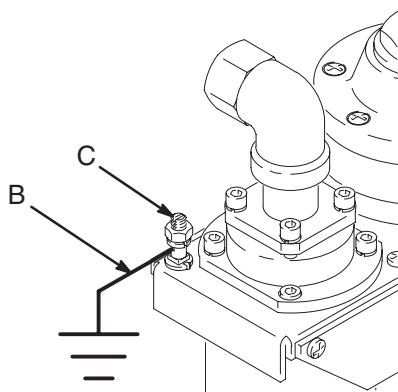
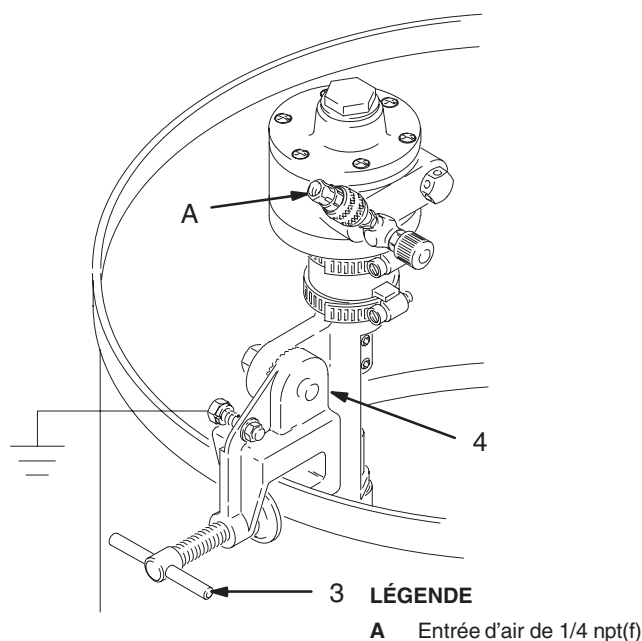

Fig. 1
Fig. 2
**REMARQUE :** Les numéros de référence et les lettres entre parenthèses dans le texte se réfèrent à la Fig. 1, la Fig. 2 et la vue éclatée des pièces.
Raccorder une extrémité du câble de mise à la terre (B) à la borne de terre de l'agitateur (C). Voir la Fig. 1. Raccorder l'autre extrémité du câble à une véritable prise de terre. Commander la pièce no. 237569, câble de mise à la terre et étrier.
Fixer l'agitateur sur le rebord d'un fût ou d'un réservoir et bloquer fermement la vis de blocage (3). Voir la Fig. 2. Pour régler l'inclinaison de l'agitateur dans le fût, desserrer la vis du support (4). Incliner l'agitateur dans la position désirée, puis rebloquer la vis.